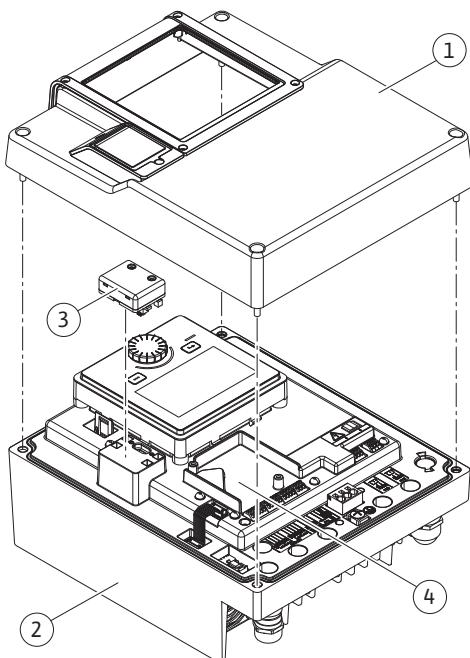
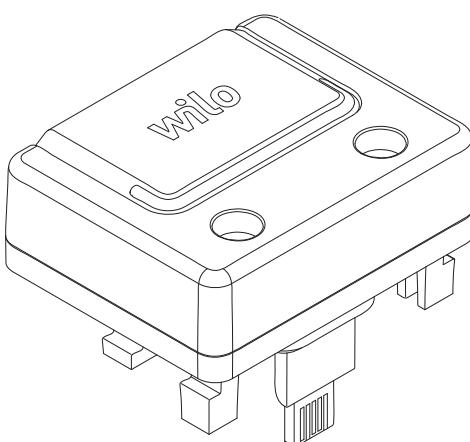

Fig. 25: Elektronikos modulis
Fig. 26: Wilo-Smart Connect BT modulis
„Bluetooth“ sąsaja (Fig. 25, poz. 3) Wilo-Smart Connect BT moduliui (Fig. 26) naudojama prijungti mobiliesiems įrenginiams arba planšetiniams kompiuteriams. Naudojant Wilo-Smart Connect programėlę, siurblį galima valdyti, reguliuoti ir nuskaityti jo duomenis. Norédami rasti nustatymus. žr. skyrių „Eksplotacijos pradžia“.
3. Įdėkite Wilo-Smart Connect BT modulį į norimą sąsają. Žr. Fig. 25, poz. 3.
CIF moduliai (priedai) naudojami ryšiui palaikyti tarp siurblių ir pastato valdymo sistemas. CIF moduliai yra jungiami į elektronikos modulį (Fig. 25, poz. 4)